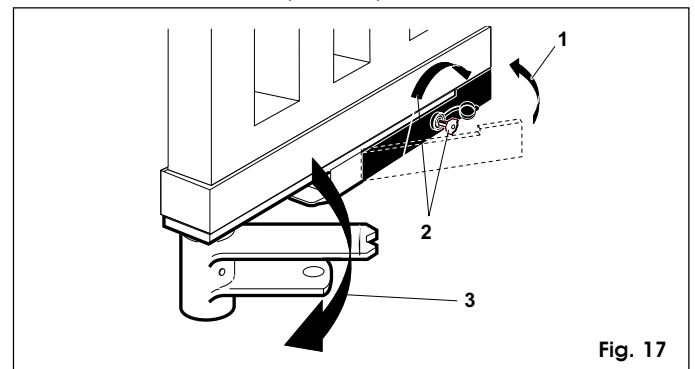

Fig. 17
- Colocar la palanca nuevamente en su posición de reposo (fig. 17-ref. 1).
- Introducir la llave de desbloqueo en la cerradura y girarla hasta el tope en la dirección opuesta a la columna (fig. 17-ref. 2).
- Mover manualmente la cancela hasta que la cerradura se enganche en la barra de bloqueo (fig. 17-ref. 3).